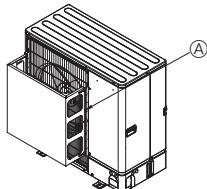

Fig. 2-4
② Установите дополнительный воздуховод, если прибор установлен в месте, где сильный ветер от тайфуна и т.д. может попадать непосредственно в вентиляционную решетку. (Fig. 2-4)